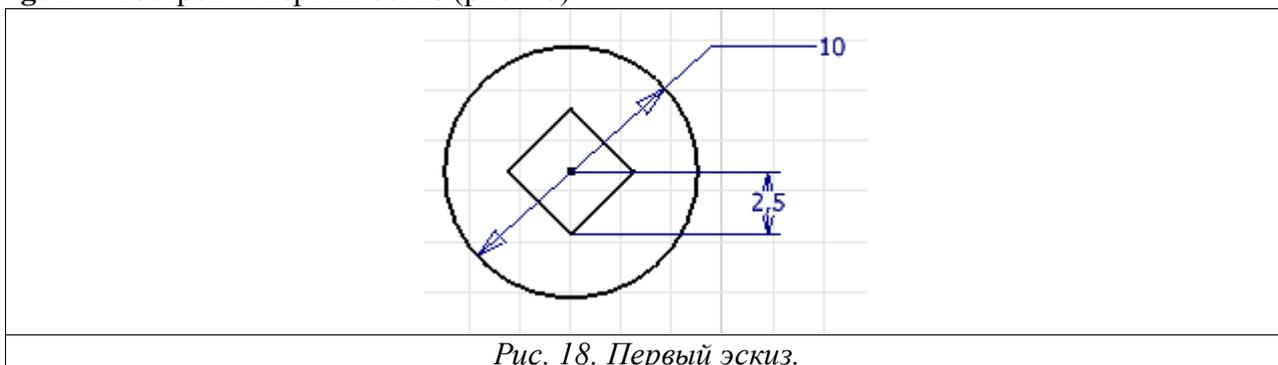

Рис. 18. Первый эскиз.
2. При помощи команд **Center Point Circle** , **General Dimensional**  и **Polygon**  постройте первый эскиз (рис. 18).